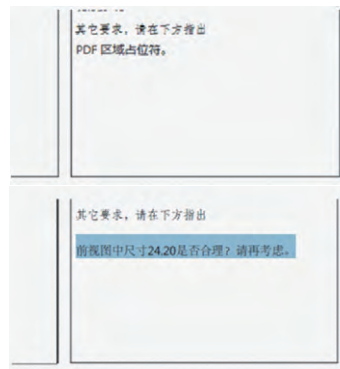

图 5
(4) SOLIDWORKS MBD 可以方便读图者的反馈。读图者使用 eDrawings Professional，可以直接在相应图形区域直接添加评述文字。如果以 PDF 格式进行输出，只要在定义模板时，在模板中预留反馈区域，读图者就可以在 PDF 中直接表达设计反馈意见，如图 5 所示。因此以 SOLIDWORKS MBD 进行技术交流，可以让读图者更方便地发表反馈意见，同时也更便于设计者查阅，避免通过邮件或多余文档再进行额外的描述。